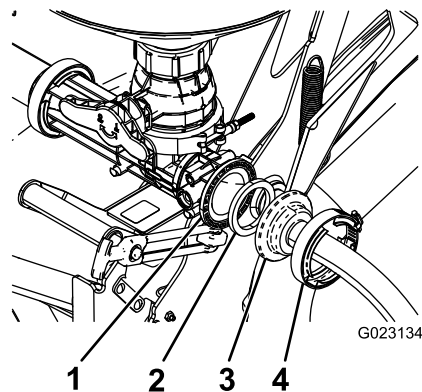

Bild 22
1. Befestigen Sie das Ende des Zulaufschlauchs ohne Schott mit einer Dichtung und einer Wurmschraubenklemme an der hinteren Öffnung des Ejektorventils (Bild 22).